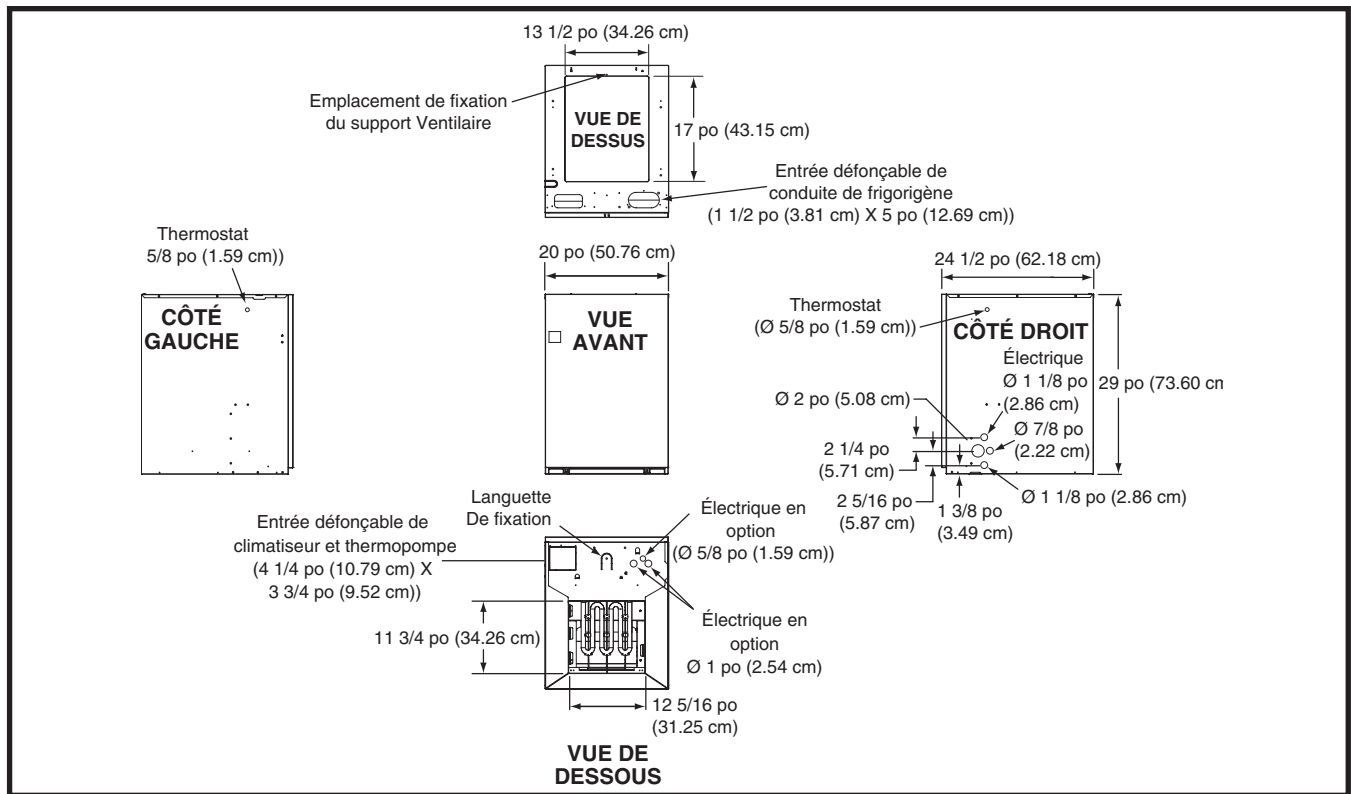
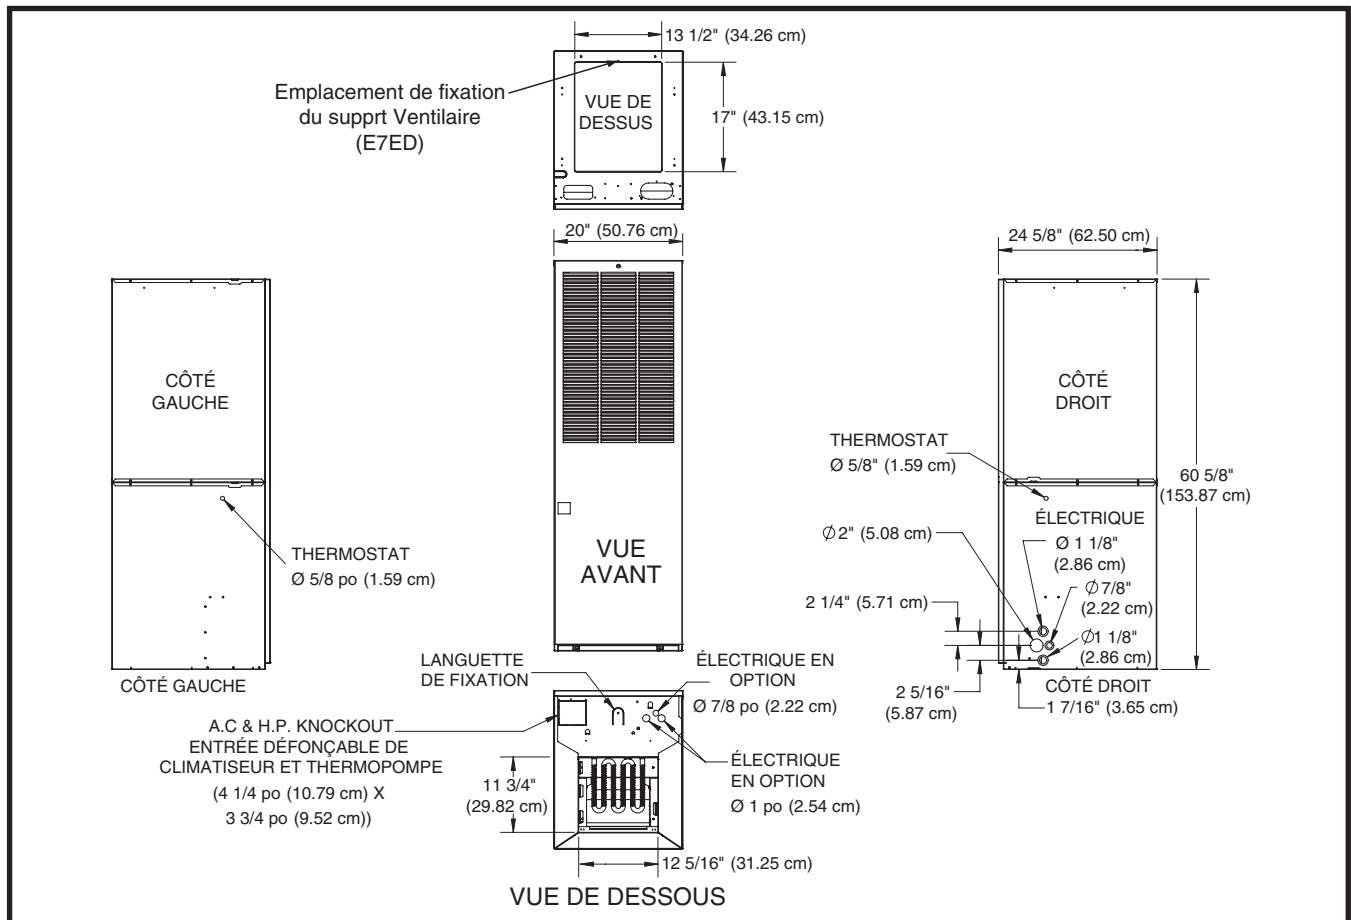

Figure 17. Dimensions physiques de la fournaise E7EM
Figure 18. Dimensions de la fournaise E7EU et E7ED
3. Acheminez un ou des circuits d'alimentation 230 V et du câblage 24 V jusqu'au placard. Consultez la Figure 17 \(page 14\) ou Figure 18 \(page 14\) pour les emplacements appropriés.